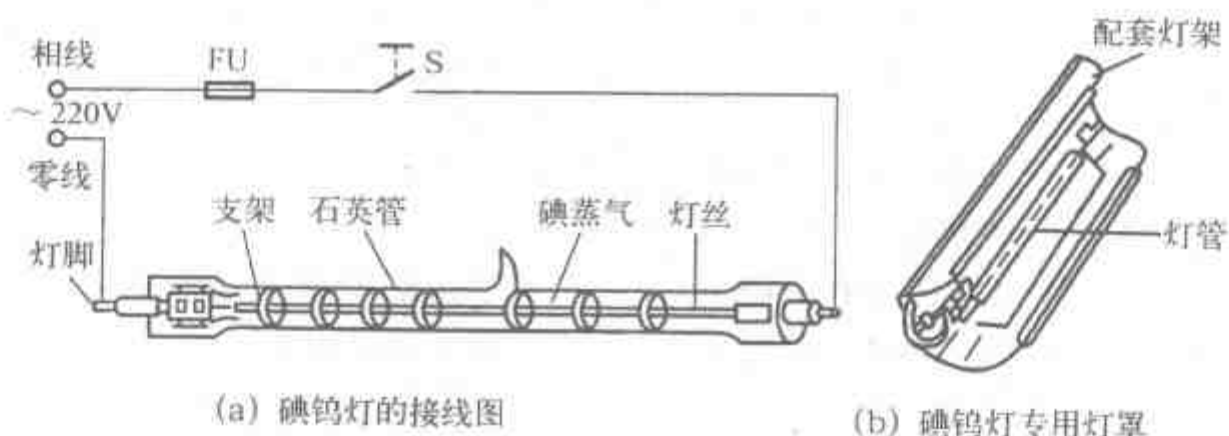

图4-32 碘钨灯的接线图及专用灯罩
碘钨灯是卤素灯的一种, 靠增高灯丝温度来提高发光效率, 系热体发光光源。它不仅具有白炽灯光色好、辨色率高的优点, 而且还克服了白炽灯发光效率低、使用寿命短的缺点。其发光强度大、结构简单、装修方便, 适用于照度大、悬挂高的车间、仓库及室外道路、桥梁和夜间施工工地。碘钨灯的接线如图 4-32 (a) 所示。
(1) 碘钨灯必须配用与灯管规格相适应的专用铝质灯罩，如图4-32(b)所示。灯罩既可反射灯光，提高灯光利用率，又可散发灯管热量，使灯管保持最佳工作状态。由于灯罩温度较高，装于灯罩顶端的接线块必须是瓷质的，电源引线应采用耐热性能较好的橡胶绝缘软线，且不可贴在灯罩铝壳上，而应悬空布线。灯罩与可燃性建筑物的净距离不应小于1m。